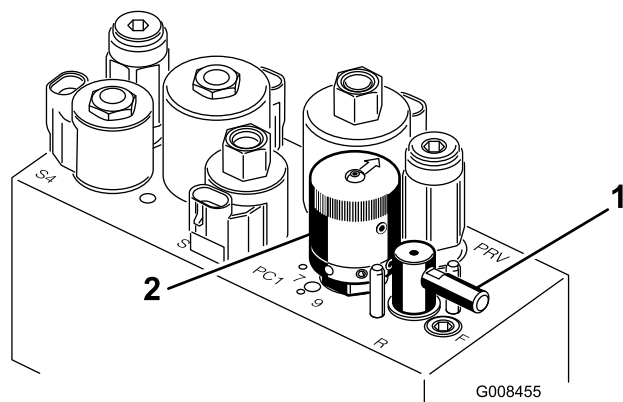

図 49
5. バックラップレバーを R 位置にセットする（図 49）。
6. リール速度セレクトを 1 にセットする（図 49）。